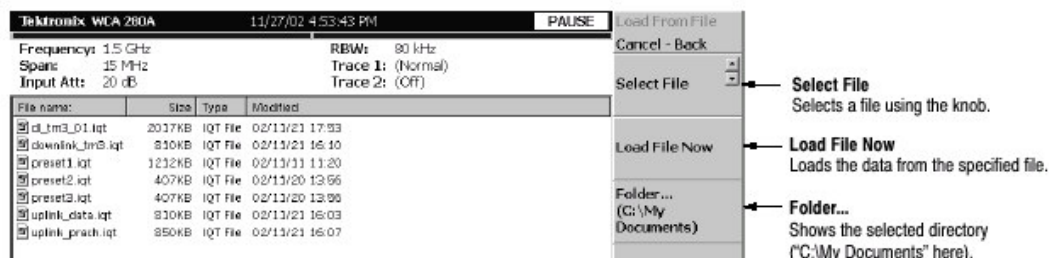

图 3-78 由文件菜单加载
8. 在文件选择后，按压 **Load File Now** 侧面键。见图 3-78。